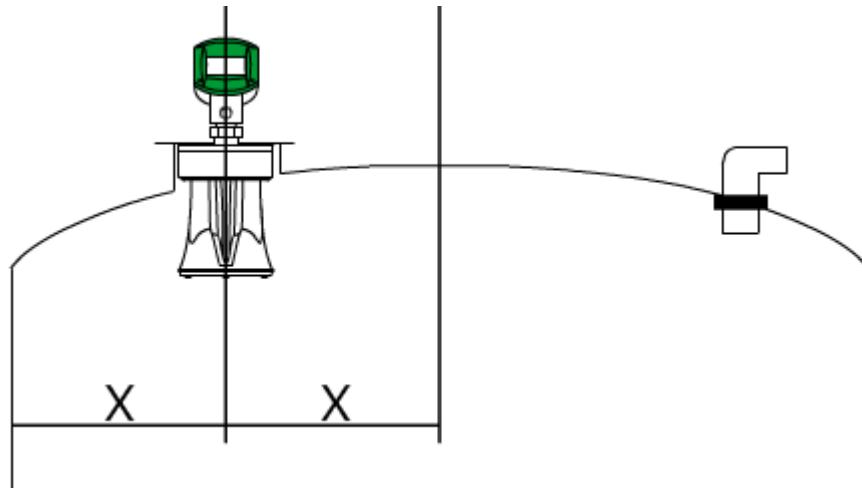

Figure 7 Position optimale
- ⦿ La position optimale du scanner se situe à mi-chemin entre le centre et le côté du silo, comme illustré à la *Figure 7* Position optimale. N'installez pas le scanner au centre du conteneur.